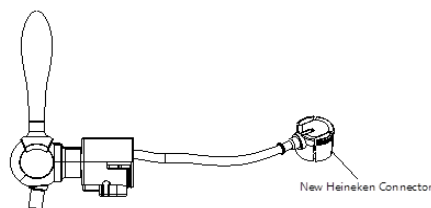

Figura 5 (Apenas para um bidão de 5 litros)
7. PARA UMA GARRAFA DE 5 L: Substitua a mangueira de cerveja pelo adaptador (novo encaixe Heineken) na torneira do refrigerador. Em seguida, ligue o adaptador à ligação de cerveja da torneira (Figura 5).